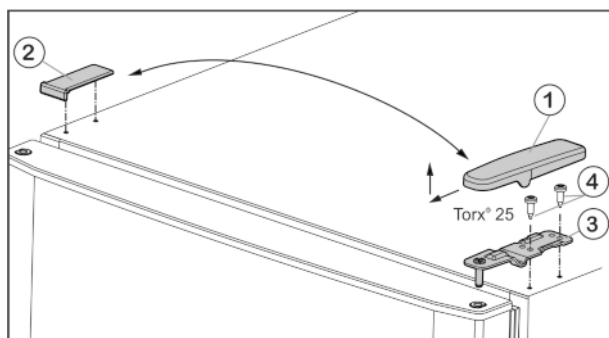

Fig. 4
- Kryt Fig. 4 (1) stáhněte dopředu a nahoru.
- Kryt Fig. 4 (2) zvedněte.
- Horní stojan ložiska Fig. 4 (3) odšroubujte (2 krát Torx® 25) Fig. 4 (4) a stáhněte nahoru.
- ▶ Horní stojan ložiska Fig. 4 (3) vložte na nové straně závěsu do dvířek.
- ▶ Horní stojan ložiska **pevně přišroubujte (4 Nm)**(2krát Torx® 25) Fig. 4 (4). Popřípadě použijte akumulátorový šroubovák.
- ▶ Kryt Fig. 4 (1) na opačné straně zvenčí nasadíte a nechte zaklapnout.
- ▶ Kryt Fig. 4 (2) vždy na opačné straně shora nasadíte a nechte zaklapnout.